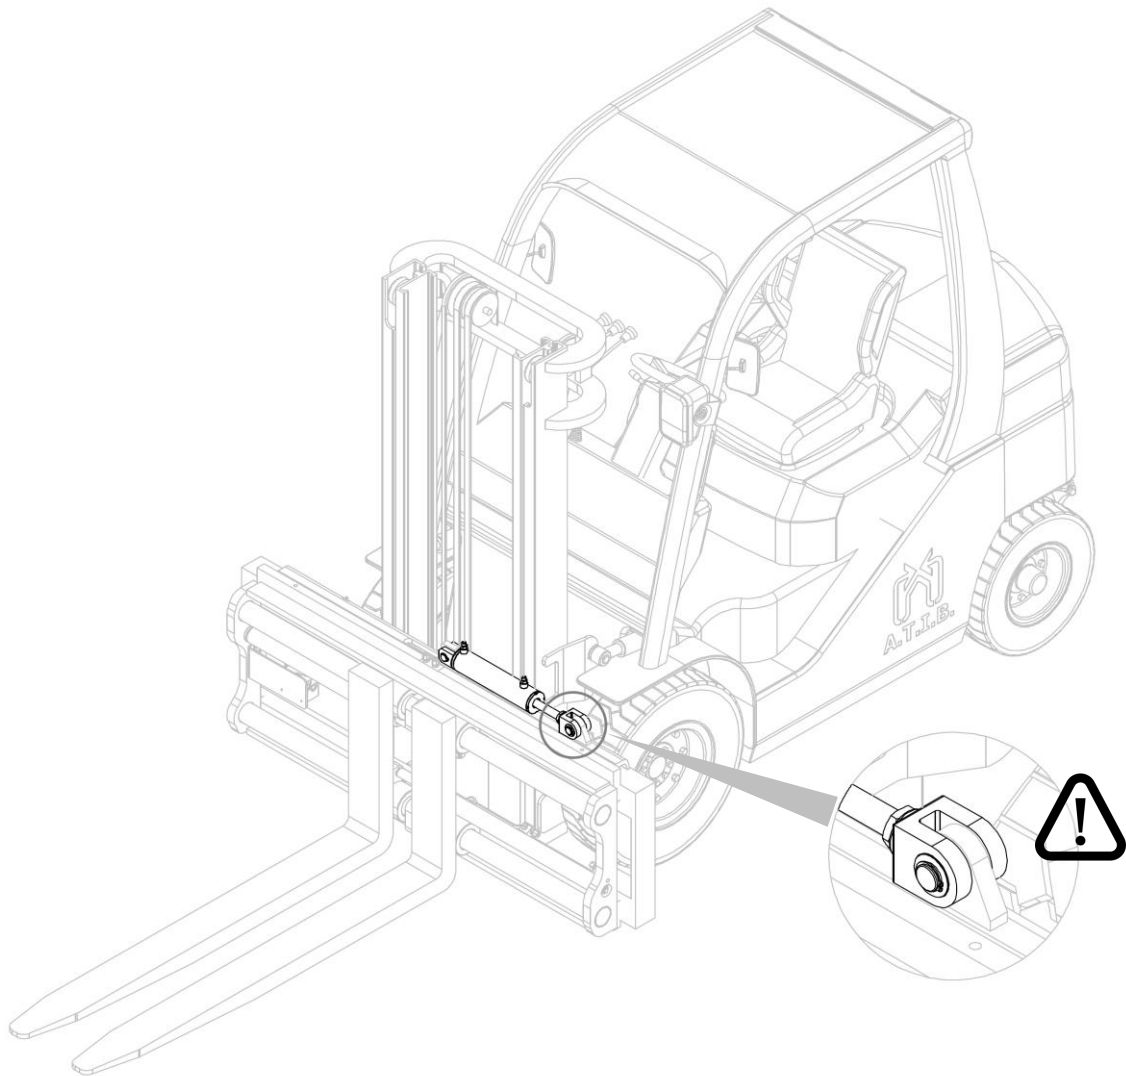

Figure 9
10. Remettre en place le vérin de translation à l'aide des goujons et des bagues élastiques spécifiques retirés précédemment (voir *Figure 9*).